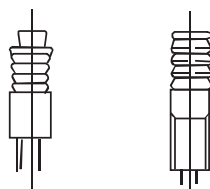

Рис. 4-8
**Имеющаяся бетонная конструкция:** Для более надежной фиксации установите подвесной кронштейн при помощи анкера в бетонную конструкцию на глубину 45-50 мм (рис. 4-8).